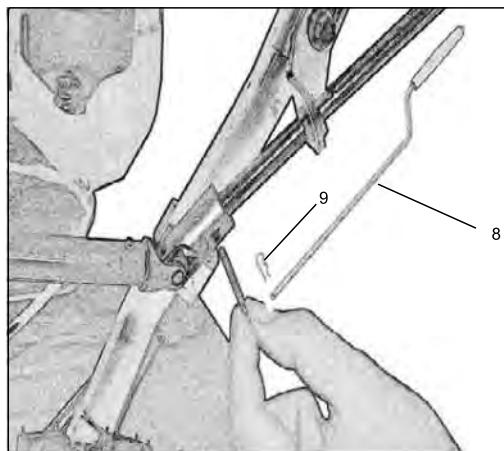

Рис. 4
• Установите рукоятку вращения желоба (Рис. 4 поз.8) через отверстие в кронштейне через карданное соединение и закрепите шплинтом (рис. 4 поз. 9).